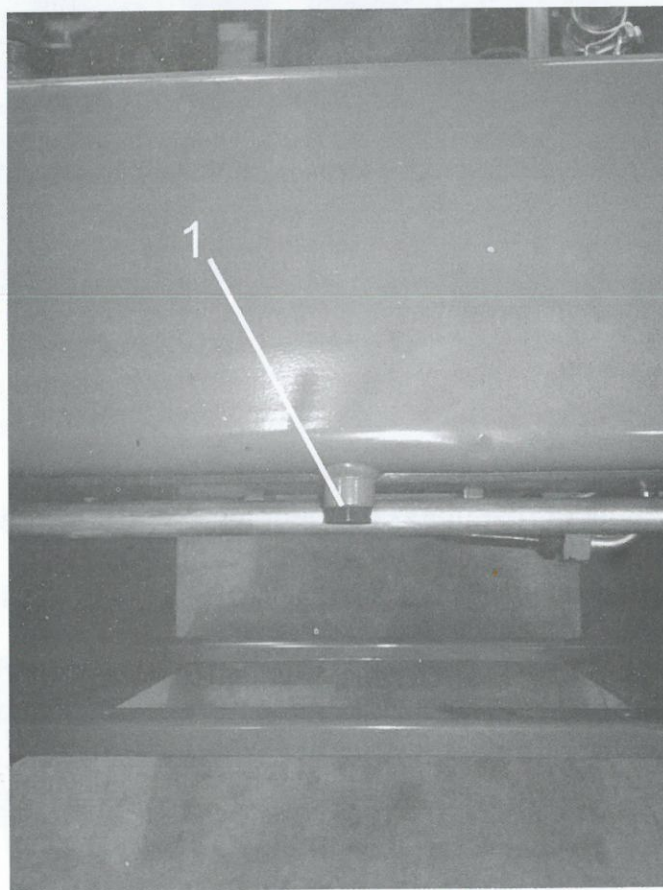

Fig. 13
- ▶ **① ③ ④ ⑤** Sostituire l'olio idraulico, posizionato un adeguato recipiente di raccolta della capacità necessaria (vedi 2.8 CARATTERISTICHE TECNICHE), sotto al tappo di scarico (1 Fig. 13).
- ▶ **① ③ ④ ⑤** Togliere il tappo di scarico (1 Fig. 13) e lasciare defluire completamente l'olio.